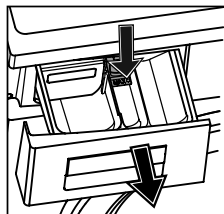
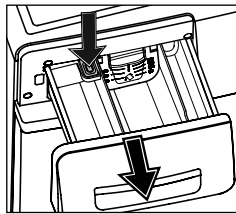

Figura 17
Figura 18
- ținindu-o de marginile împărțiturii, în conformitate cu Figura 17, sau de suprafața laterală așa cum se arată în Figura 18, cu un pic de presiune asupra capacului sau cheii în direcția indicată de săgeată, trageți-o spre D-voastră.